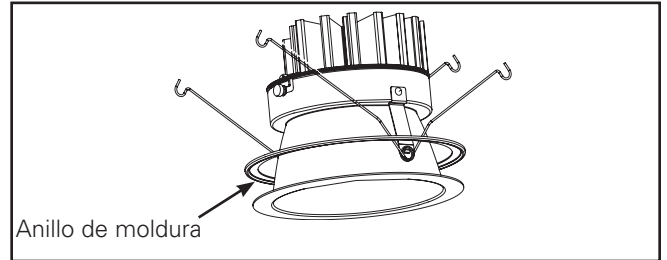

Figura 10.
7. El anillo de la moldura (opcional) debe colocarse entre el techo y la moldura inferior (Figura 10.).